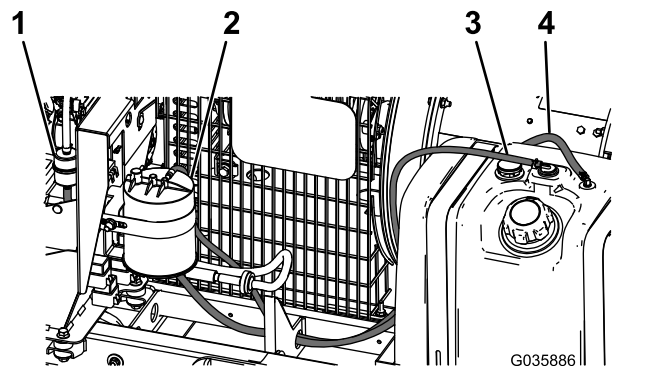

Rysunek 7
7. Zamocuj adapter przewodu i krótki przewód hydrauliczny do liniowego filtra paliwa i zamocuj go od spodu węglowego pochłaniacza oparów (Rysunek 7).